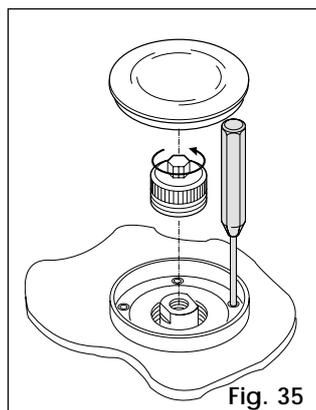

Fig. 35
- 2) ôter le capot protecteur (Fig.1-rep.9) et dévisser à fond le bouchon de la vis de réglage de l'embrayage (Fig.35);